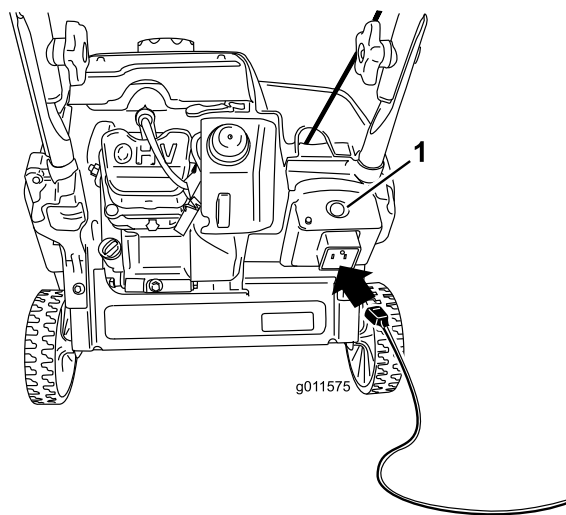
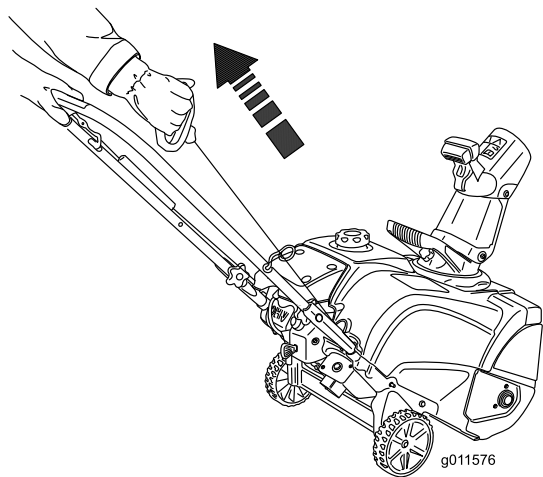

Рисунок 19
Рисунок 20
4. Присоедините удлинительный кабель к источнику питания и снегоочистителю, затем нажмите кнопку электрического стартера (только у модели 38283) (Рисунок 19) или вытяните рукоятку механического стартера (Рисунок 20).